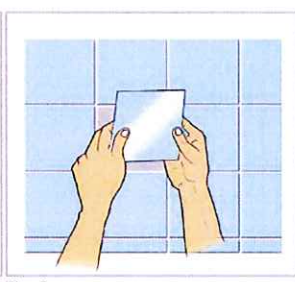

Fig. 3
3. Asegúrese de que la cavidad sea la suficiente como para permitir el emplazamiento de una nueva mayólica. El margen entre mayólicas debe ser de 3 a 6 mm. (Fig. 3).